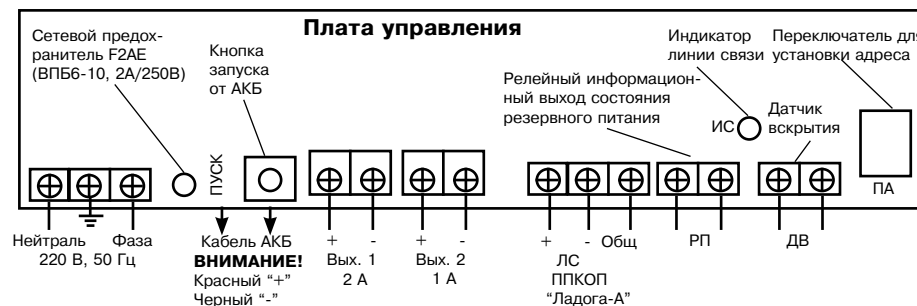

Рис. 9.3
Подключение БП-А производится в соответствии со схемой, приведенной на рис. 9.3.
- подключить к клеммной колодке "220 В" соединительные провода сети переменного тока 220 В (фаза, нейтраль см. рис. 9.3);
БП-А включается автоматически только при подаче сетевого питания. Подключение АКБ не приводит к автоматическому включению БП-А. При питании только от АКБ включение БП-А производится однократным нажатием на кнопку "ПУСК", расположенной на плате управления (рис. 9.3). Данный режим работы БП-А можно использовать при пуско-наладочных работах без подключения к сети питания.
При открытой крышке БП-А доступен для наблюдения индикатор ЛС "ИС" (рис. 9.3), который при наличии связи с БЦ-А находится в состоянии прерывистого свечения, а при ее отсутствии - погашен.